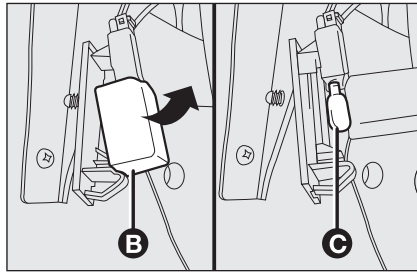

Abb. 29
- ☐ Die Glühlampenabdeckung **B-Abb. 29** abnehmen und die Steck-Glühbirne **C** auswechseln.